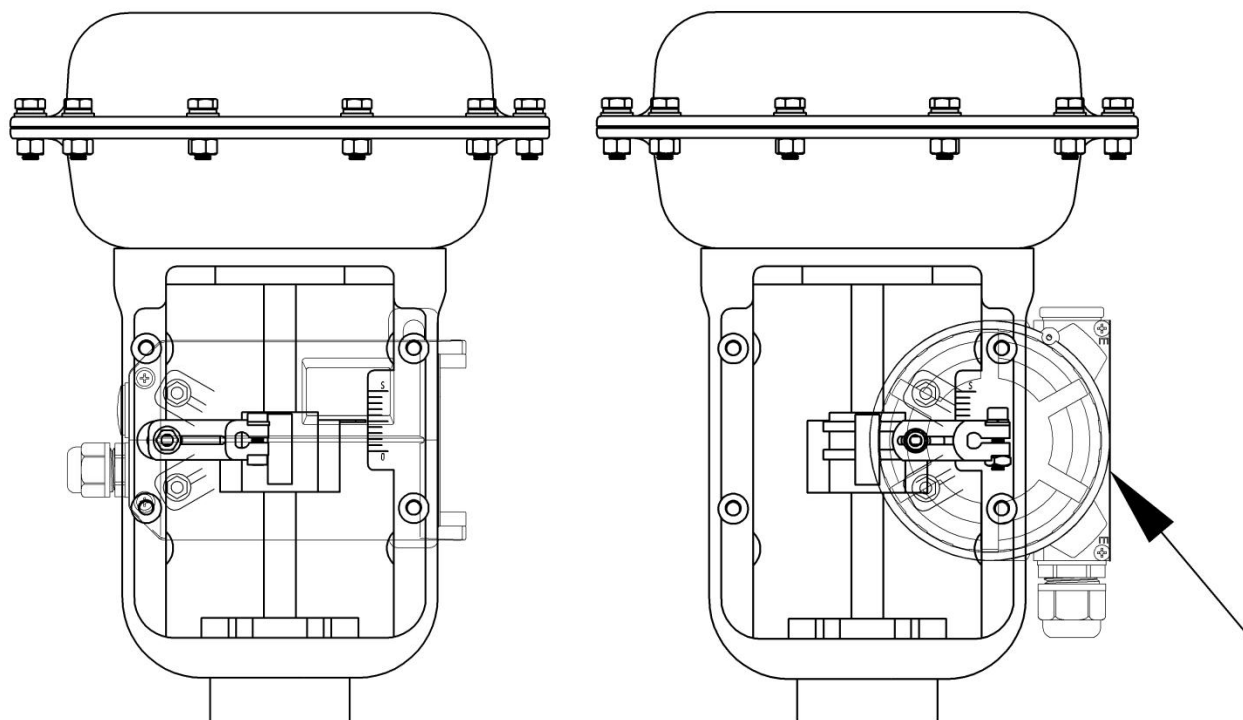
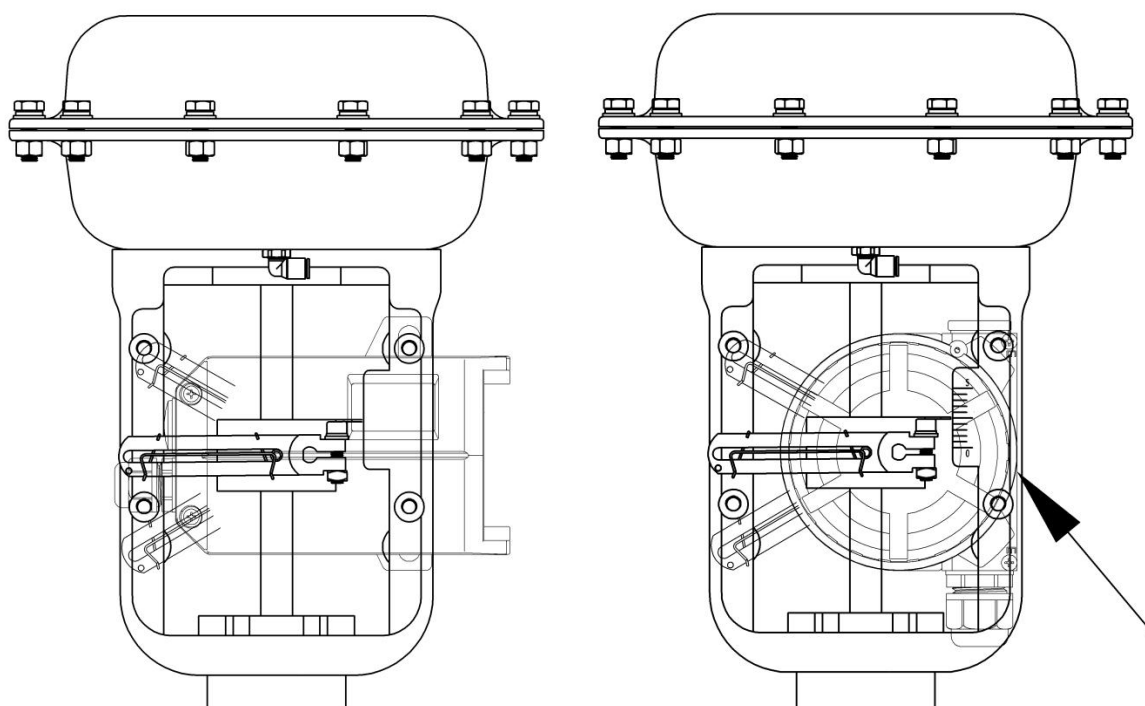

图 22.与执行器安装（反馈杆 A）
图 23.与执行器安装（反馈杆 B）
- 对于常规型直行程定位器，确保定位器外壳上平面和阀的主轴成直角。对于远传型直行程定位器，确保传感器壳体箭头（图 22 和图 23 右侧所示）所指平面与阀的主轴互相平行。否则会影响控制精度。最后用螺栓锁紧支架。